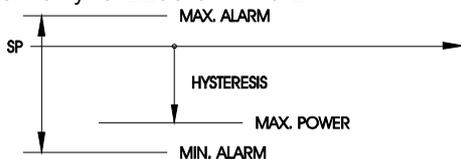

Рис. 2
- **СН=1: обратное действие, нагревание, увеличение давления:** Количество ступеней производительности увеличивается если входной сигнал относительно технологического параметра - температура или давление - уменьшается. Рис. 2